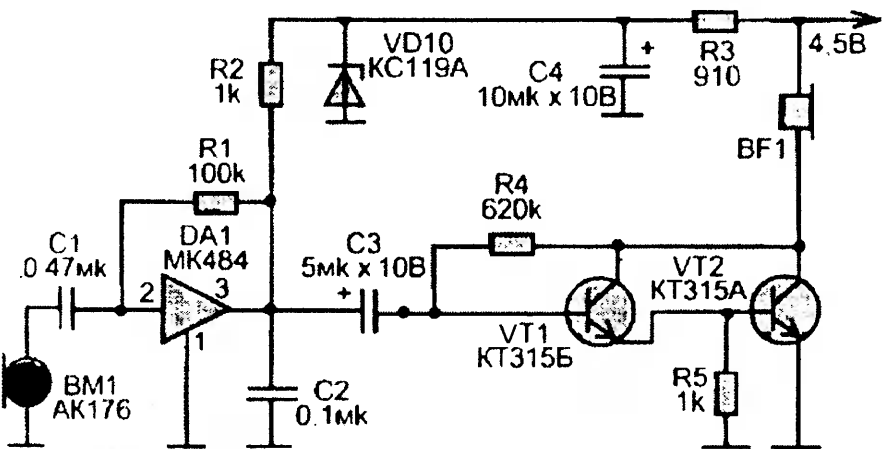

Рис. 2. Электрическая принципиальная схема приемника (показан один канал).
2) Образуйте колечко, как для вязания в.п. Вначале через него вытяните нить (рис. 1), а затем свяжите ст. б/н (рис. 2). В колечко вяжите столько ст. б/н, сколько п. указано в описании модели.